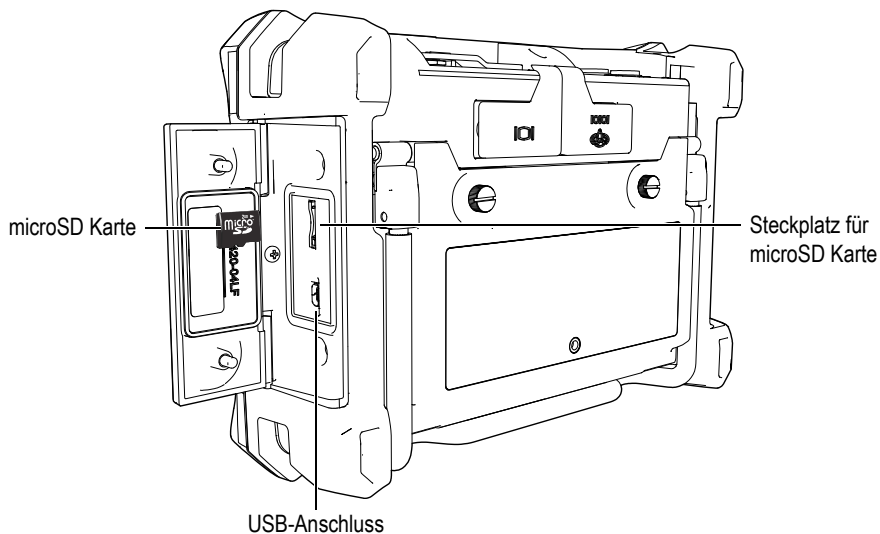

Abbildung 6-28 Steckplatz der microSD Karte
2. Stellen Sie sicher, dass eine microSD Karte in das NORTEC 600 eingelegt ist (siehe Abbildung 6-28 auf Seite 353).